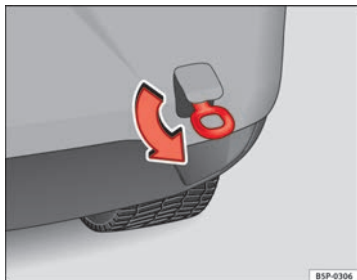

Abb. 208 Einschrauben
- Schrauben Sie die Abschleppöse in Pfeilrichtung *links* herum bis zum Anschlag vorne ⇒ Abb. 207 oder hinten ⇒ Abb. 208 in die Gewindebohrung ein. ■